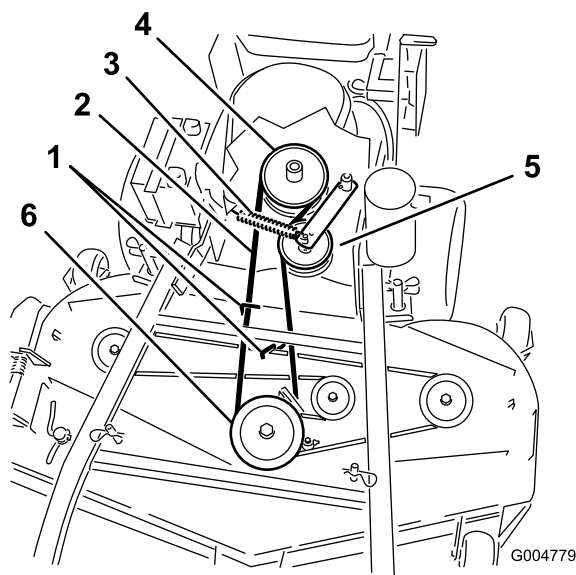
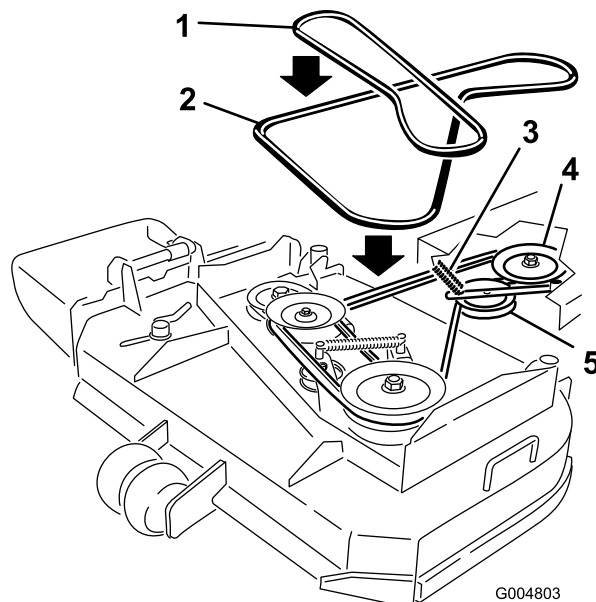

Figure 64
Figure 65
6. Retirez la courroie de la poulie centrale sur le plateau de coupe (Figure 64). Reportez-vous à la Figure 65 pour enlever la courroie de la poulie gauche sur un plateau de coupe de 36 pouces. Procédez avec précaution lors du retrait de la courroie, car la tension est augmentée par la poulie de tension rappelée par ressort.
7. Retirez la courroie de la poulie de moteur et la poulie de tension rappelée par ressort (Figure 64). Reportez-vous à la Figure 65 pour déposer la courroie des poulies sur le plateau de coupe de 36 pouces.
8. Placez une courroie neuve sur la poulie de moteur et la poulie de tension rappelée par ressort (Figure 64).
9. Installez la courroie sur la poulie centrale du plateau de coupe (Figure 64). Procédez avec précaution lors de la repose de la courroie, car la tension est augmentée par la poulie de tension rappelée par ressort. Reportez-vous à la Figure 65 pour installer la courroie sur la poulie gauche sur un plateau de coupe de 36 pouces.
11. Réglez l'écartement entre le guide et la courroie à 3 mm (1/8") pour les plateaux de coupe de 40, 48 et 52 pouces (Figure 64).